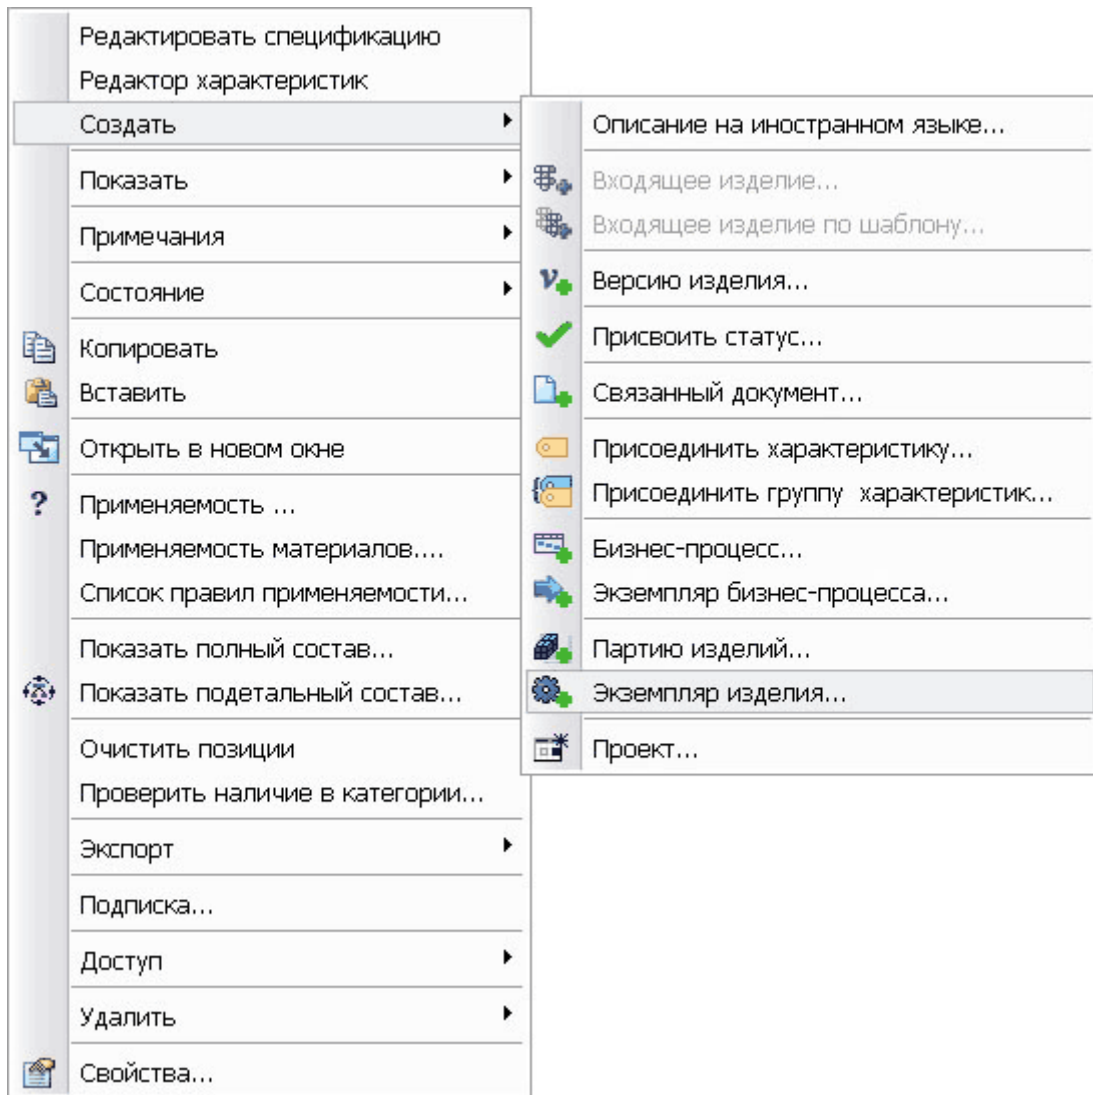

Рис. 216
2. В появившемся контекстном меню выберите пункт **Создать** → **Экземпляр изделия** (Рис. 216).